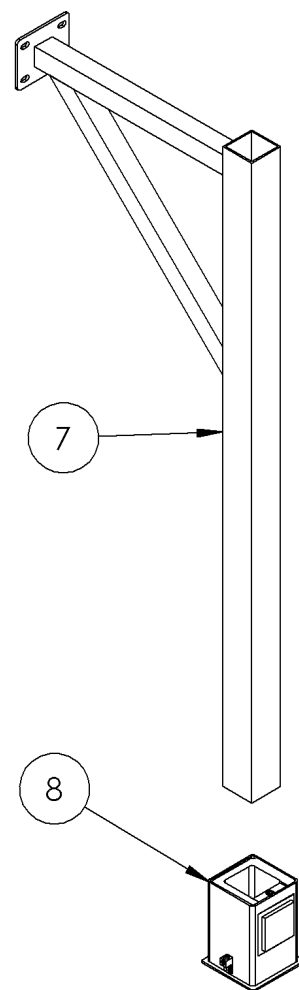

Fig. 5
1. Insérez le montant vertical (7) dans le dispositif d'ancrage préalablement installé (8), comme le montre la **FIGURE 5**. Il est plus facile d'assembler le but de basket la face avant du côté opposé à la piscine puis de retourner l'ensemble une fois assemblé. (Pour les instructions d'installation du dispositif d'ancrage, voir 06-674).